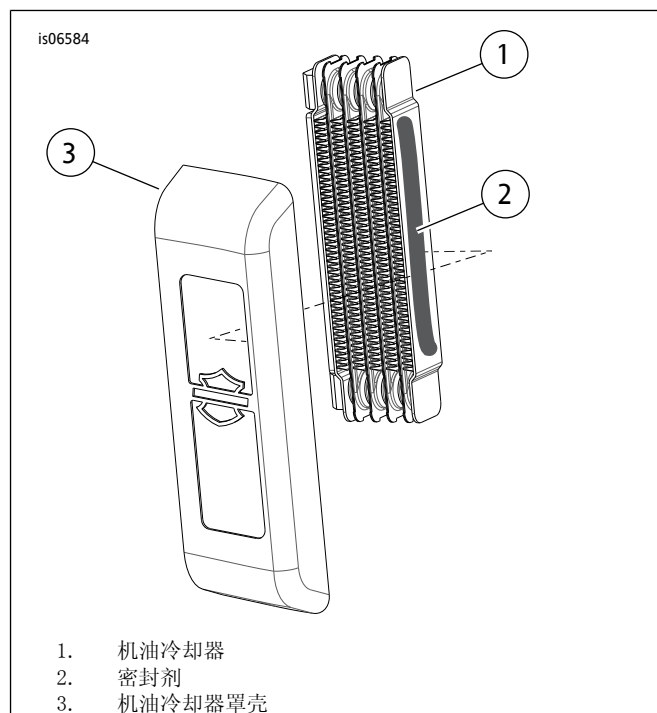

图1。将罩壳安装到机油冷却器
2. 参见图1。在机油冷却器的左侧平面上涂一层灰色高性能密封剂，将机油冷却器外盖按压到密封剂上以安装机油冷却器外盖。